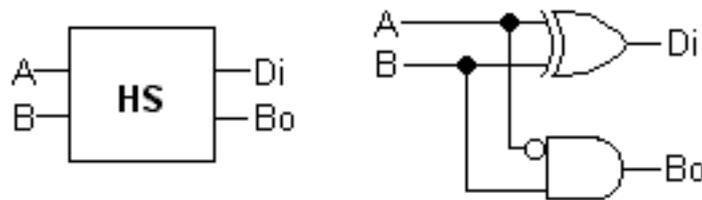

Figura 6: Semirrestador
La resta o sustracción de números binarios es similar a los números decimales. La diferencia radica en que, en binario, cuando el minuendo es menor que el sustraendo, se produce un préstamo o borrow de 2, mientras que en decimal se produce un préstamo de 10. Al igual que en la suma, el proceso de resta binaria, se inicia en la columna correspondiente a la de los dígitos menos significativos. En la figura 5 se indican las reglas que rigen la resta binaria y en la figura 6 se muestra un circuito lógico, llamado semirrestador (HS), que sustrae un B de un bit A y suministra un bit de diferencia (Di) y un bit de préstamo (Bo). La operación de un Semirrestador como el mostrado en la figura anterior se puede resumir mediante las 5 ecuaciones booleanas: